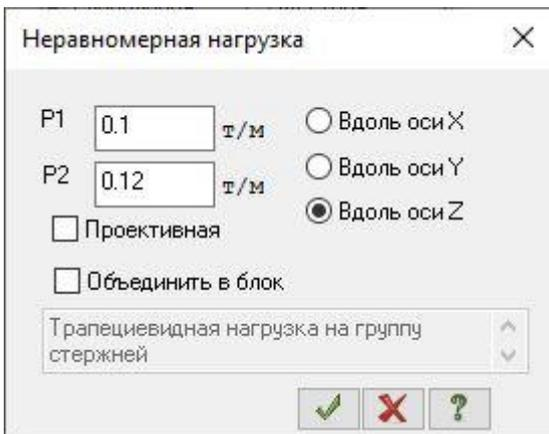

Рис.5.21. Диалоговое окно **Неравномерная нагрузка**
- В диалоговом окне **Задание нагрузок** щелчком по кнопке трапециевидной нагрузки на группу стержней вызовите диалоговое окно **Неравномерная нагрузка** (рис.5.21).